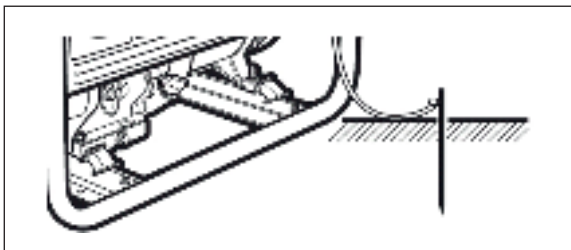

Рис. 4
**ВНИМАНИЕ!** Категорически запрещается использовать электрогенератор без заземления (Рис. 4)!